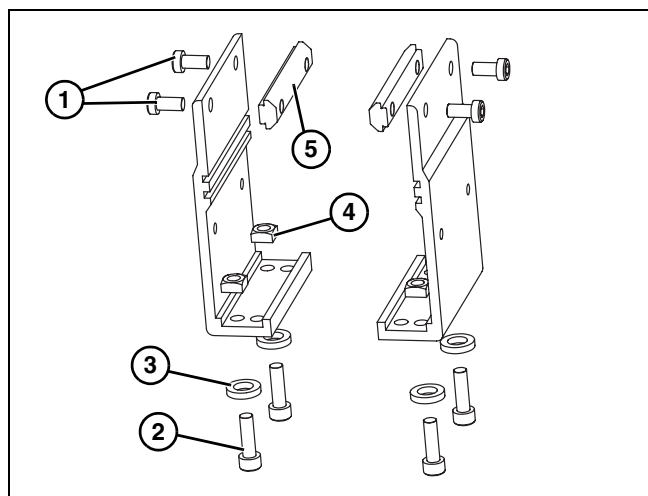
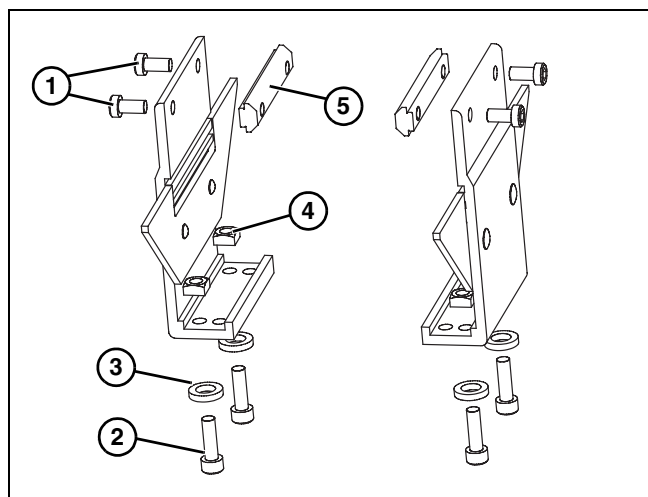
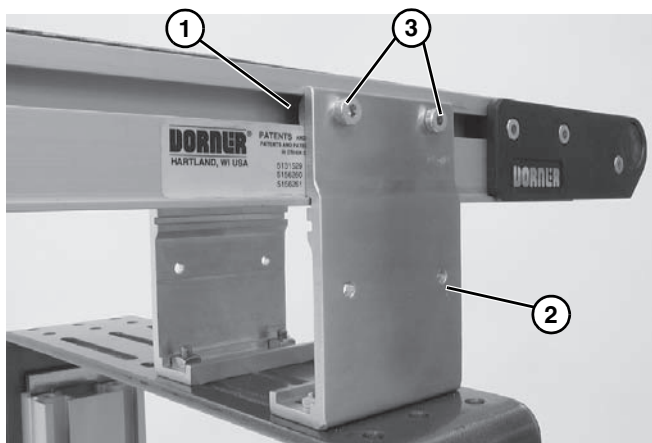

Figure 8
Figure 9
Figure 10
- Halterungen platzieren. Explosionszeichnungen sind in Figure 8 und Figure 9 aufgeführt.
- Schrauben (**Figure 8, item 1 und 2**) und (**Figure 9, item 1 und 2**), Unterlegscheiben (**Figure 8, item 3**), Muttern (**Figure 8, item 4**) und T-Stangen (**Figure 8, item 5**) von den Halterungen entfernen.
- T-Stangen (**Figure 8, item 5**) und (**Figure 9, item 5**) in die Seitenschlitze des Förderers (**Figure 10, item 1**) schieben. Halterungen (**Figure 10, item 2**) mit Befestigungsschrauben (**Figure 10, item 3**) am Förderer anbringen.